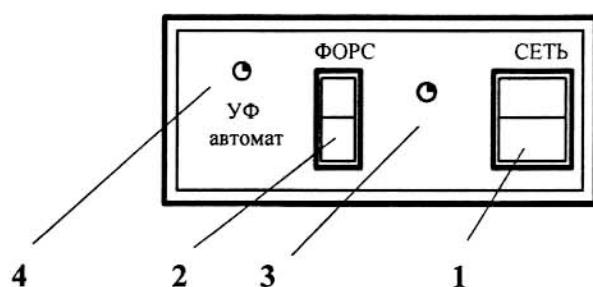

Рис.2 Панель управления ОМ-22
Клавиши выбора режимов работы прибора находятся на панели управления (рис.2).
- Бактерицидная лампа включается на 1 час автоматически после каждого 12 часов работы прибора. Во время работы бактерицидной лампы горит индикатор (Рис.2 поз.4)